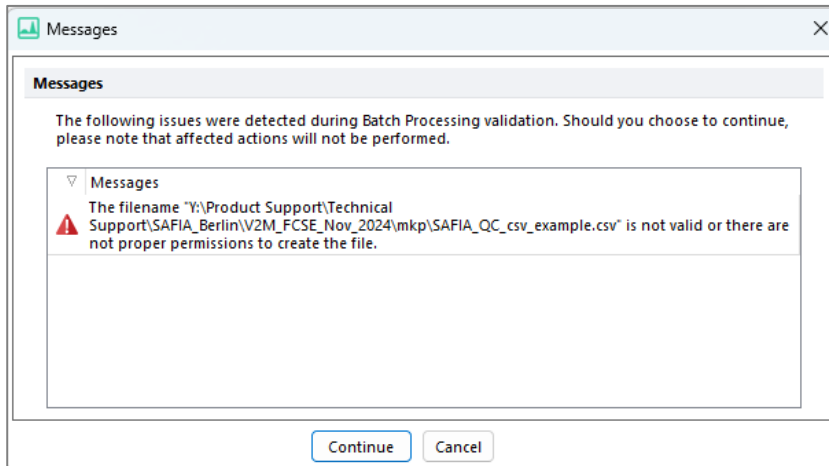

Abbildung 34. Ansicht der Fehlermeldung in FCS Express, wenn das Konvertieren der .fcs- in eine .csv-Datei fehlschlägt
1. Öffnet sich die Fehlermeldung (siehe Abbildung 34), wenn Sie auf *Run* klicken, dann klicken Sie *Cancel* und führen die folgenden Schritte durch.